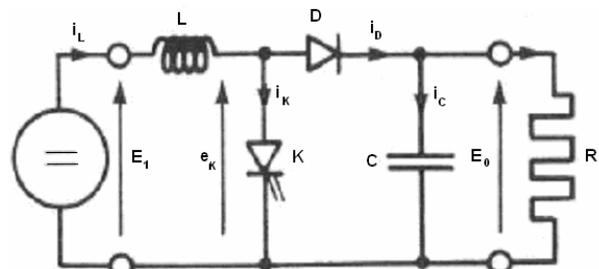

Figure 2 : Hacheur élévateur de tension
Un hacheur élévateur, comme celui présenté à la figure 2, est utilisé pour alimenter un transmetteur radio portatif, partir d'une batterie dont la tension nominale est $E_1 = 6 V$. La charge équivalente de ce transmetteur représente 18 W. Une boucle d'asservissement maintient la tension de sortie réglée à $E_0 = 12V$. La fréquence d'activation du commutateur statique est $f = 65 kHz$ avec un rapport cyclique k. On suppose que le fonctionnement du hacheur est idéal et qu'il opère en régime établi.
5. En référence avec l'outil de simulation Matlab/Simulink, tracer le schéma structurel du hacheur élévateur donné dans la figure 2.